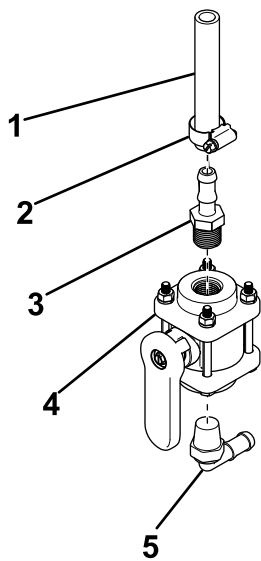

Figure 31
3. Montez un raccord à 90° sur le fond du clapet à bille (Figure 31).
- Montez un raccord droit au sommet du clapet à bille (Figure 31).
- Fixez le flexible de 9,5 cm (4-3/4 po) sur le raccord droit au moyen d'un collier (Figure 31).